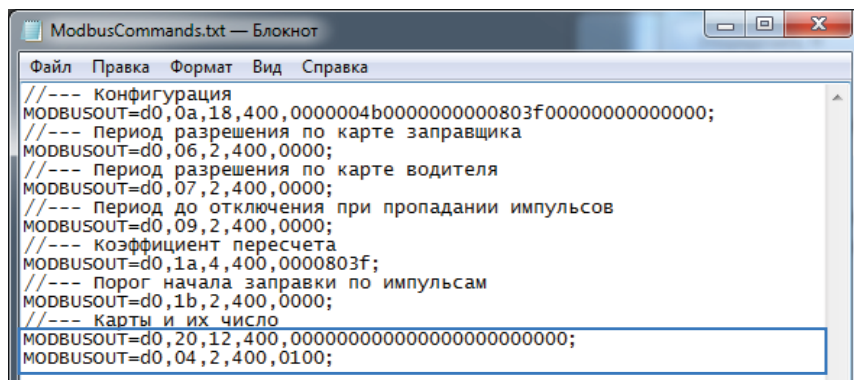

Рис.29. Команды удаленной записи списка карт.
- открыть созданный файл. Скопировать из этого файла команды из раздела «Карты и их число» (Рис.29) в новый текстовый файл и сохранить этот файл, затем изменить расширение нового текстового файла из .txt в .atc. Имя файла может быть произвольным. При копировании необходимо скопировать только команды, без комментариев (заголовков);